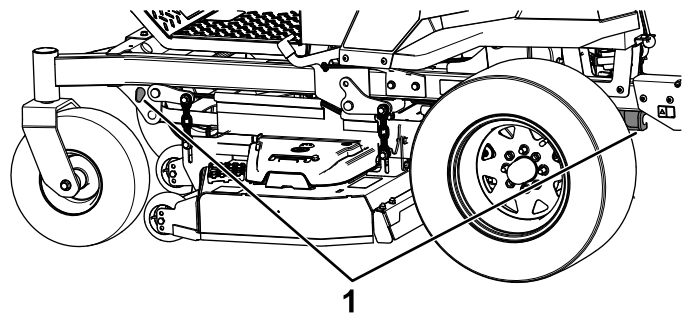

Figura 36
6. Ancorate la macchina accanto alle ruote orientabili anteriori e al paraurti posteriore con cinghie, catene, cavi o corde (Figura 36). Fate riferimento ai regolamenti locali per i requisiti di ancoraggio.